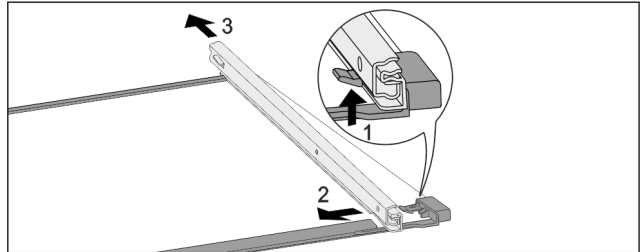

Fig. 180 Glassplate med skinner
- ▶ Trykk den fremre festespaken oppover. Fig. 180 (1)
- ▶ Skyv uttrekksskinne til side Fig. 180 (2) og skyv bakover Fig. 180 (3) og bort.